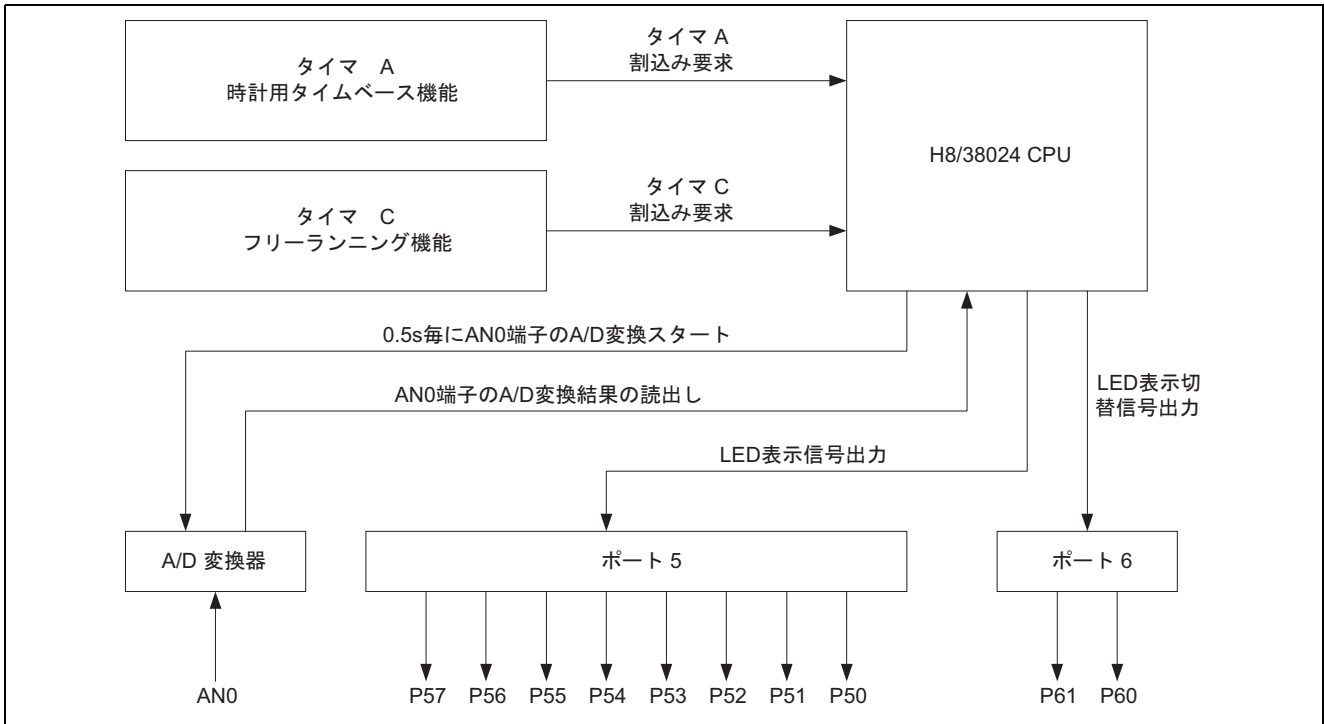

図 6 使用機能ブロック図
(1) 図 6 に本タスク例における H8/38024 の使用機能のブロック図を，表 2 に機能割付を示します。